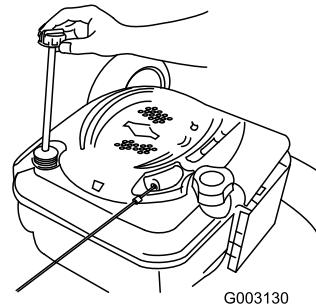

Figura 40
- Retire la varilla (Figura 40).